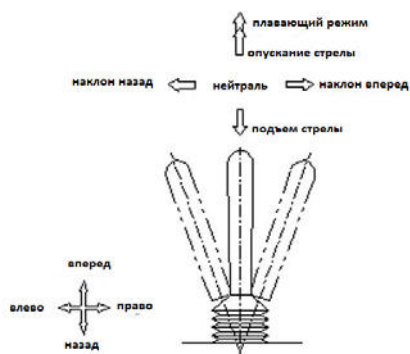

Рисунок 1-10 Положения рычага управления
1.5.2.4 Эксплуатация рычагов управления механизма (Рисунок 1-10)